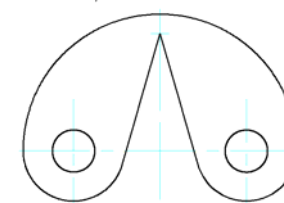

Рис. 3.17
**Шаг 2.** Удалить внутренние части больших окружностей. Для этого вызвать команду **Редактирование** → **Обрезать**, указать курсором дугу и два пересекающихся отрезка и нажать клавишу **Enter** на клавиатуре. Затем мышью указать удаляемые части окружностей. В результате должен получиться контур, представленный на рис. 3.17.